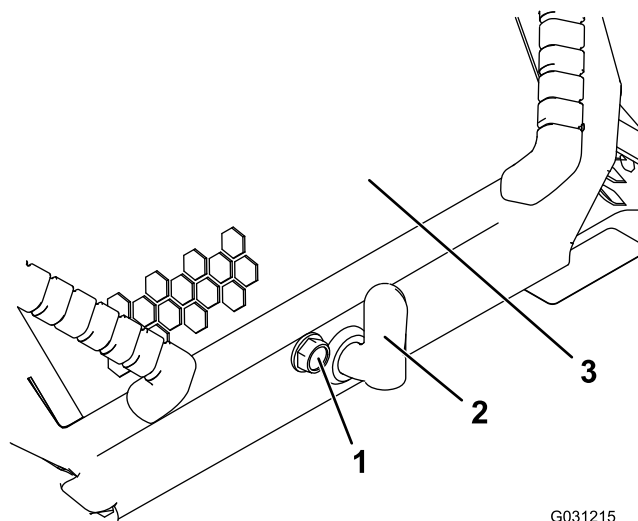

Figura 32
- Slăbiți urubul de blocare a capotei (Figura 32)
- Rotiți clichetul capotei în sensul acelor de ceasornic (Figura 32).
- Ridicați de mână și deschideți capota (Figura 32).
3. Strângeți urubul de blocare a capotei pentru a fixa clichetul (Figura 32).